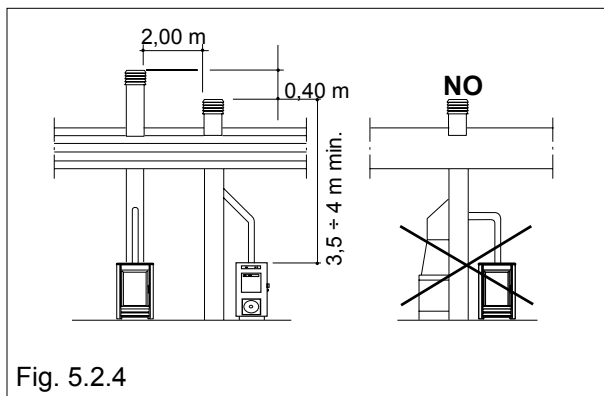

Fig. 5.2.4
- Le dimensioni della **CANNA FUMARIA** dovranno essere conformi a quanto riportato nella tabella dei dati tecnici del cap.9. È consigliabile l'uso di canne fumarie coibentate in refrattario o in acciaio inox di sezione circolare, con pareti interne a superficie liscia (Fig. 5.2.2). La sezione della canna fumaria dovrà mantenersi costante per tutta la sua altezza. Si consiglia un'altezza minima di 3,5÷4 m (vedi Fig.5.2.4) in funzione del diametro (vedi caratteristiche tecniche). È opportuno prevedere, sotto l'imbocco del canale da fumo, una camera di raccolta per materiali solidi ed eventuali condense. Le caratteristiche della canna fumaria devono essere conformi a quanto prescritto dalle norme EN 10683 - EN 1856-1-2 - EN 1857 - EN 1443 - EN 13384-1-3 - EN 12391-1. Canne fumarie **FATISCENTI**, costruite con materiale non idoneo (fibrocemento, acciaio zincato, ecc... con superficie interna ruvida e porosa) sono fuorilegge e pregiudicano il buon funzionamento della stufa.
- Per evitare inconvenienti nel tiraggio, ogni stufa dovrà avere una propria canna fumaria indipendente. Nel caso di presenza di più canne fumarie sul tetto è opportuno che le altre si trovino ad almeno 2 metri di distanza e che il comignolo della stufa **SOVRASTI** gli altri di almeno 40 cm (Fig.5.2.4). Se i comignoli risultano accostati prevedere dei setti divisorii.
- The dimensions of the **FLUE PIPE** must be as set forth in the table of technical data in chapter 9.. It is advisable to use flues insulated with a refractory material or in stainless steel with a circular cross section and smooth internal walls (Fig.5.2.2). Flue cross-section should be kept constant for all its height. A minimum height of 3.5÷4 m is recommended (see Fig.5.2.4) depending on diameter (see technical characteristics). Under the outlet of the smoke pipe there should be a chamber for gathering solid materials and any condensation. The characteristics of the flue pipe must be compliant with the provisions of standards EN 10683 - EN 1856-1-2 - EN 1857 - EN 1443 - EN 13384-1-3 - EN 12391-1.
- Die Abmessungen des **RAUCHFANGS** müssen den Angaben in der Tabelle der technischen Daten des Kap. 9 entsprechen.. Es wird die Verwendung von runden, isolierten Rauchfängen aus Schamotte oder Edelstahl, die an den Innenwänden eine glatte Oberfläche haben, empfohlen (Abb.5.2.2). Der Durchmesser des Rauchfangs muss über seine gesamte Länge gleich sein. Es wird eine Mindesthöhe von 3,5÷4 m empfohlen (siehe Abb.5.2.4) je nach Durchmesser (siehe technische Merkmale). Es ist außerdem empfehlenswert, an der Mündung des Rauchkanals eine Kammer vorzusehen, in der Feststoffe und eventuelle Kondensflüssigkeit aufgefangen werden. Die Merkmale des Rauchfangs müssen dem Inhalt der Normen EN 10683 - EN 1856-1-2 - EN 1857 - EN 1443 - EN 13384-1-3 - EN 12391-1 entsprechen. **BAUFÄLLIGE** Rohre aus ungeeignetem Material wie Asbestzement, verzinktem Stahl, Elemente aus vibrationsgewälztem Zement mit rauen und porösen Innenflächen entsprechen nicht den geltenden Gesetzen und beeinträchtigen den einwandfreien Betrieb des Heizofens.
ney top should be at least 40 cm **ABOVE** the others (Fig.5.2.4). If the chimney tops are near each other install some dividing panels.
ÜBERRAGEN (Abb.5.2.4). Sollten die Schornsteine alle dicht beieinander und auf gleicher Höhe liegen muss für Trennwände gesorgt werden.